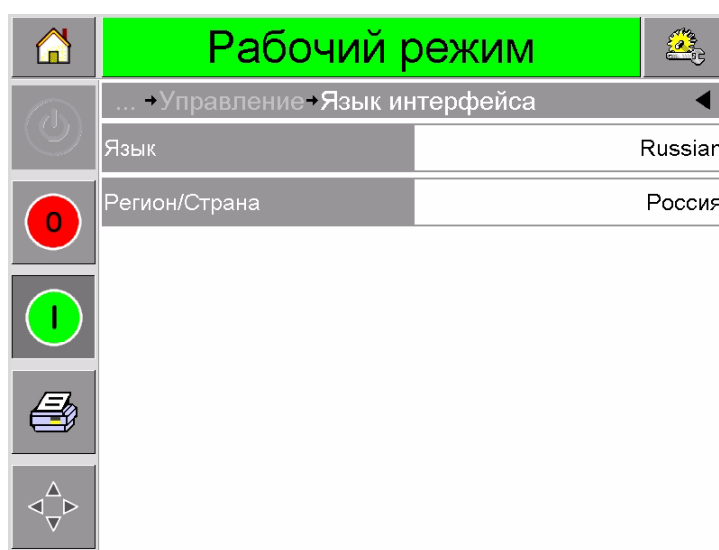

Рис. 3-11: Язык и регион.
- 4 Нажмите и выберите из списка графу "язык и региональные параметры". Текущие язык и регион отображаются, как показано на Рис. 3-11.